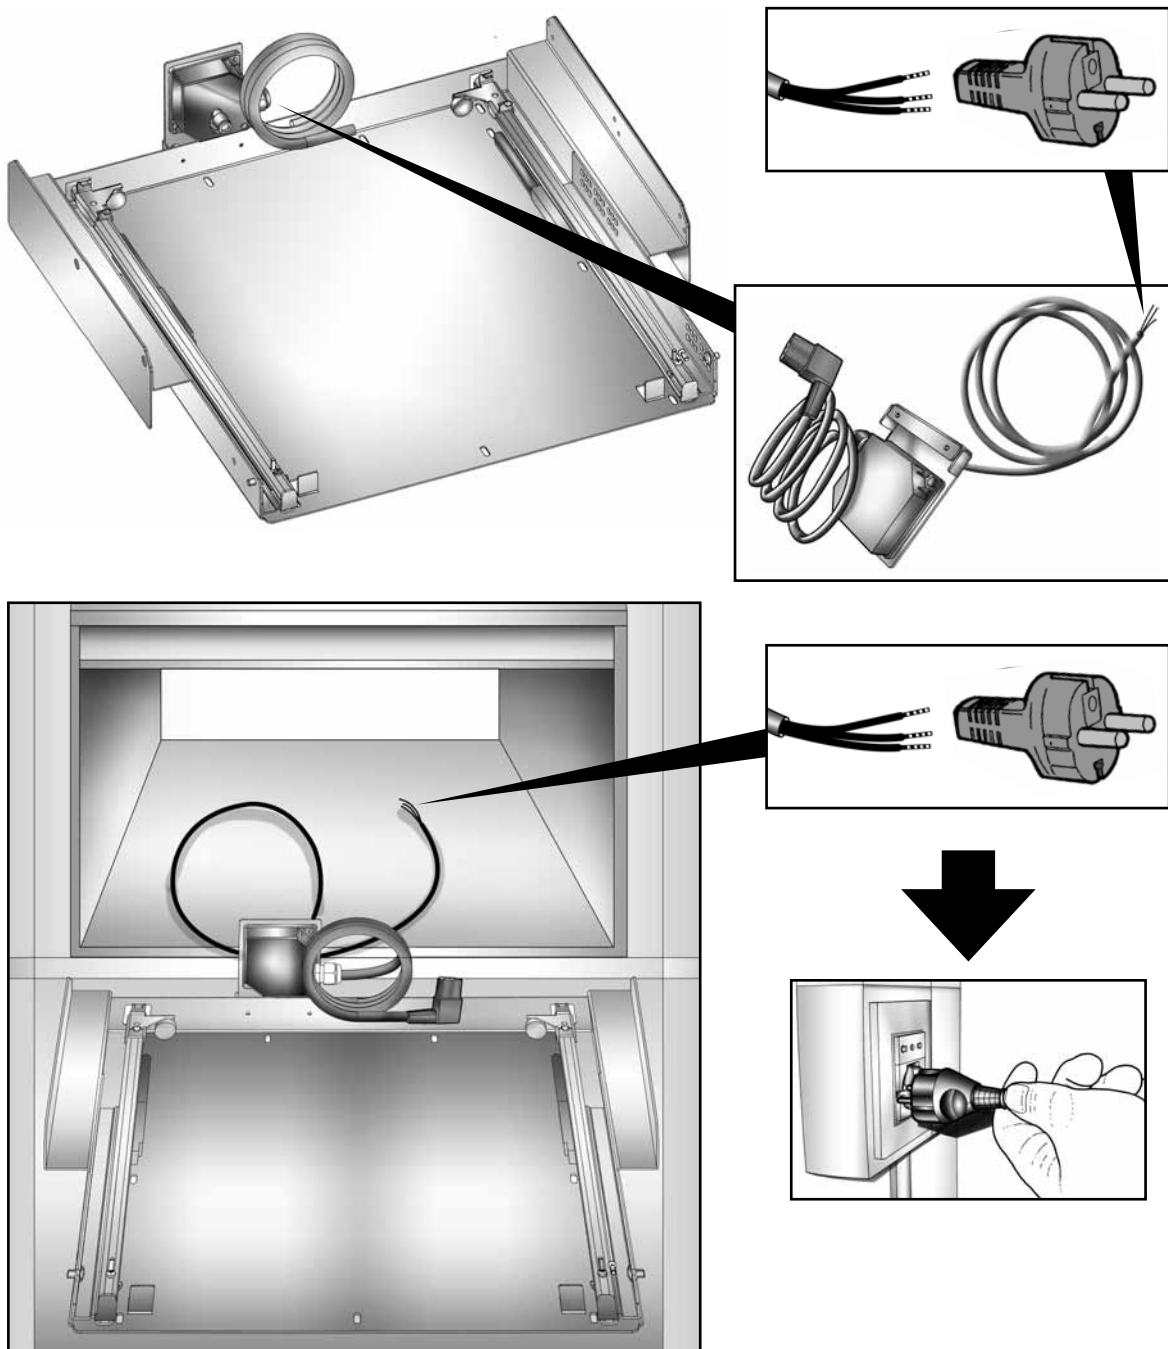

Fig. 1
- 2** Conectar previamente el cable de alimentación incluido en el Kit para empotrar a una toma de corriente adecuada, destinada a la alimentación eléctrica de la máquina (**Fig. 1**).